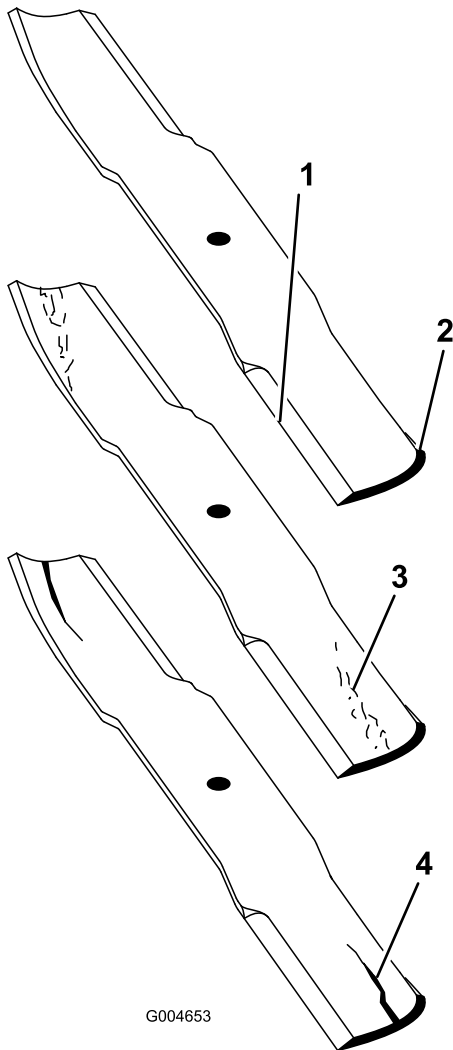

図 91
2. ブレードの切っ先を注意深く観察、特に、直線部と曲線部が交わる部分をよく観察する 図 91。
注 この、直線部と曲線部の交差域は、砂などによる磨耗が進みやすい部分なので、機械を使用する前によく点検することが必要である。ブレードが磨耗してきたら 図 91、交換してください。